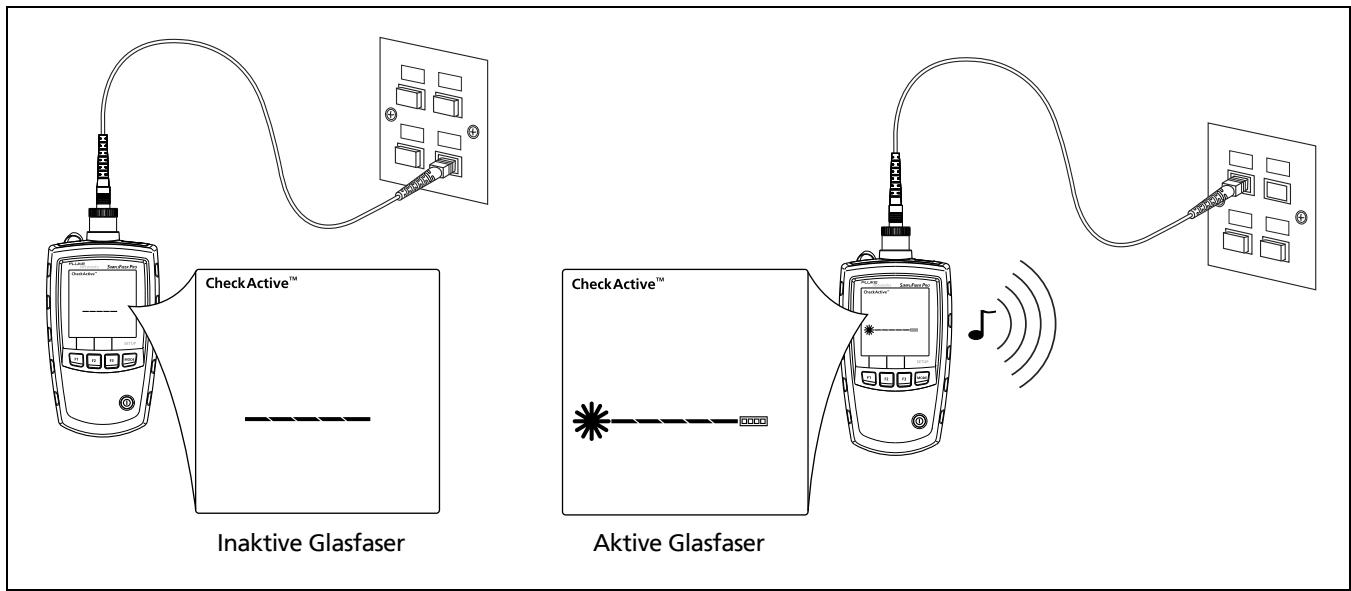

Abbildung 5. Erkennen von aktiven Glasfasern
- 2 Das Messgerät an eine Glasfaser anschließen. Das Messgerät zeigt Glasfaseraktivität wie in Abbildung 5 gezeigt an.